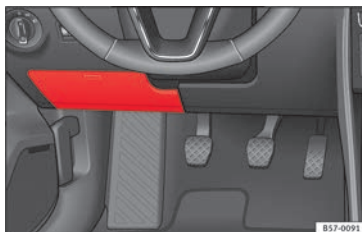

Fig. 100 Sur le tableau de bord côté conducteur : cache du boîtier de fusibles.
- **Ouverture** : rabattez le couvercle vers le bas » » fig. 100.